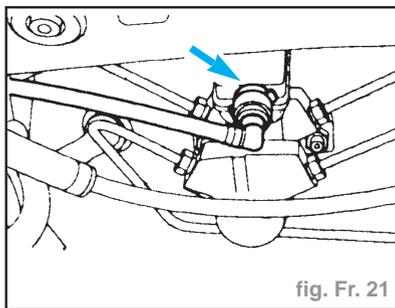

fig. Fr. 21
- Débrancher la canalisation d'alimentation de liquide de frein (fig. Fr. 21).